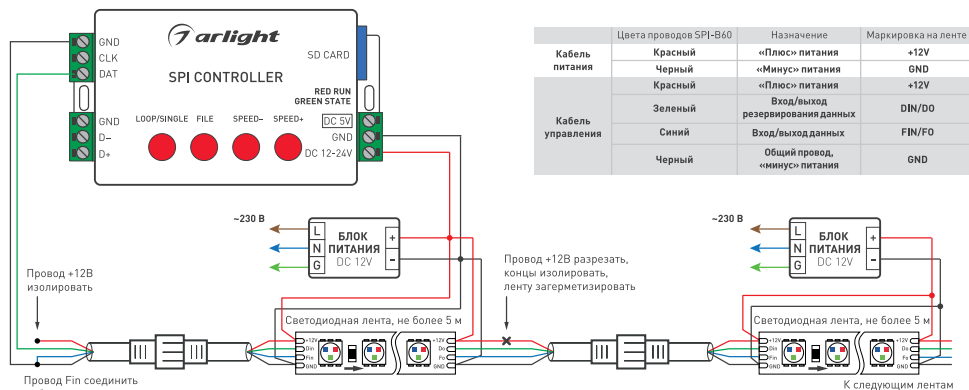

Рис. 1. Схема подключения ленты с использованием SPI-контроллера с одним выходным портом и с использованием раздельных блоков питания
- Подключите ленту в соответствии со схемой (рис. 1). Соблюдайте полярность подключения и направление передачи сигнала (вход/выход). Обращайте внимание на маркировку, нанесенную на печатную плату и на цвета соединительных проводов.
- Подключите ленту согласно схеме (рис. 1).